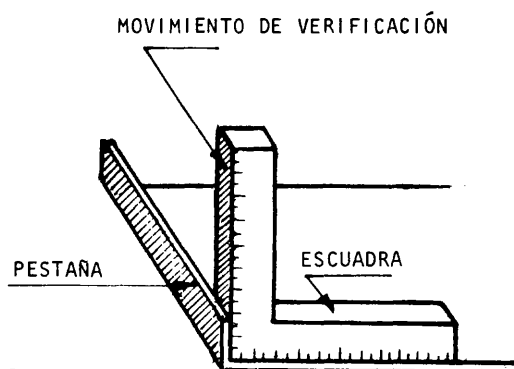

Fig. 3
- ___ a Coloque la escuadra en el interior del ángulo formado en un extremo, y deslícela hasta el otro extremo, comprobando el ángulo obtenido (fig. 3).